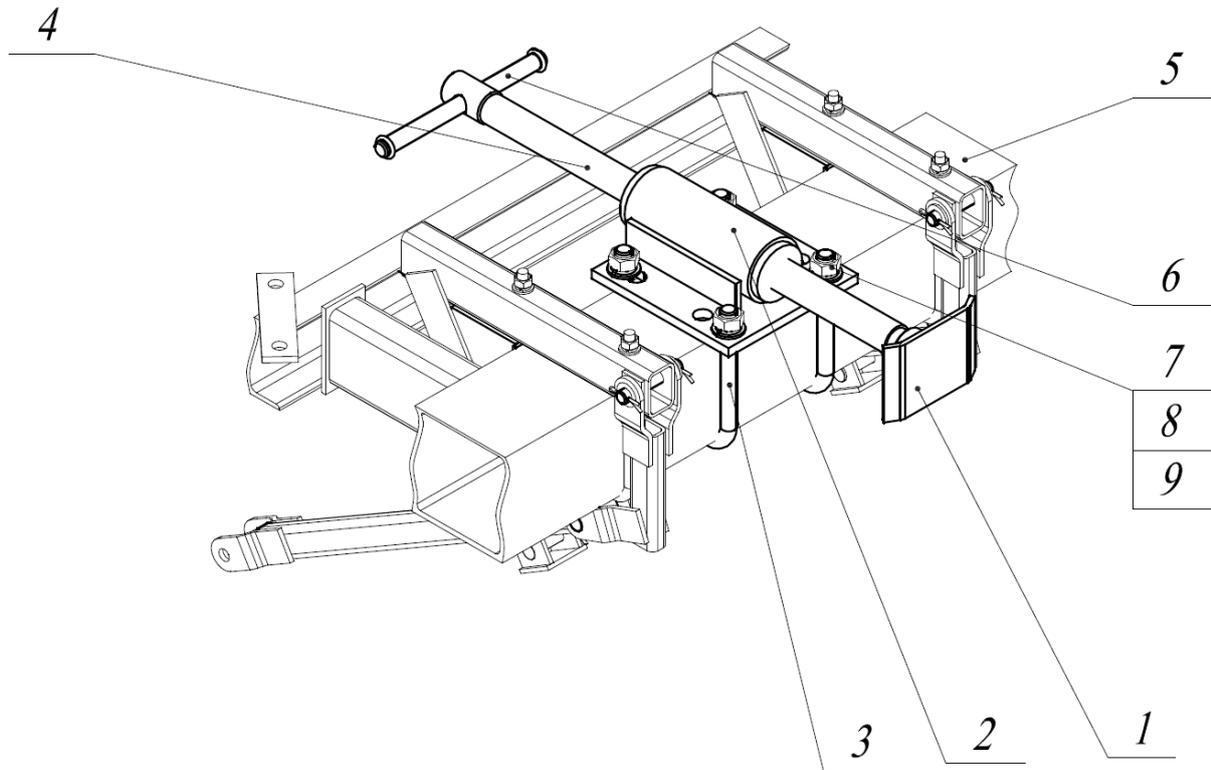

Рис.6 Опора стояночная СГВ 00.030.
2.1.4 Стояночная опора (рис.6) служит для обеспечения устойчивого положения борны в отцепленном положении. Опора состоит из корпуса 2, винта 4, пяты 1, рукоятки 6. Закрепляется опора на трубе боковой балке скобами 3 и гайками М20. Прокручиванием винта 4 в корпусе 2 регулируется высота опоры.